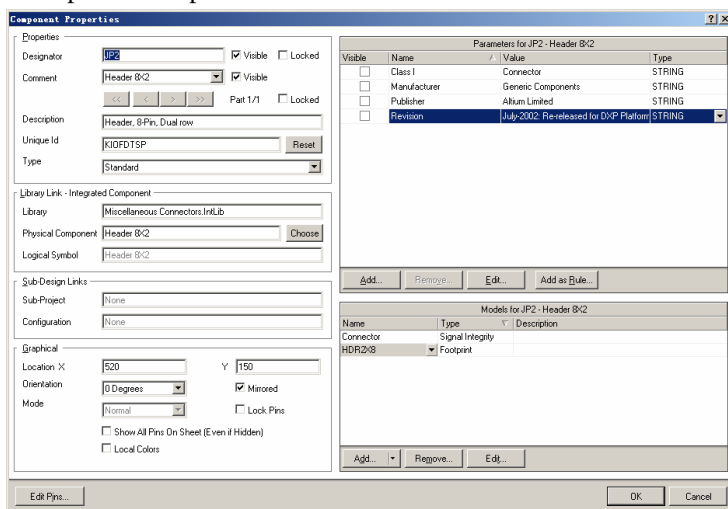

图 3.47 “Component Properties”对话框
(1) 选中需要修改编号的元件，按键盘的“Tab”键，或者直接双击该元件，打开如图 3.47 所示的“Component Properties”对话框。